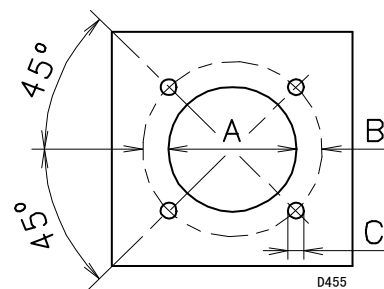

图 10
钻穿燃烧室的封闭板, 如图 10 所示。可使用随燃烧器提供的隔热屏标出螺纹孔位置。
- ▶ 将整个燃烧器安装至先前准备的锅炉孔中(图 10), 并使用随附的螺钉固定。